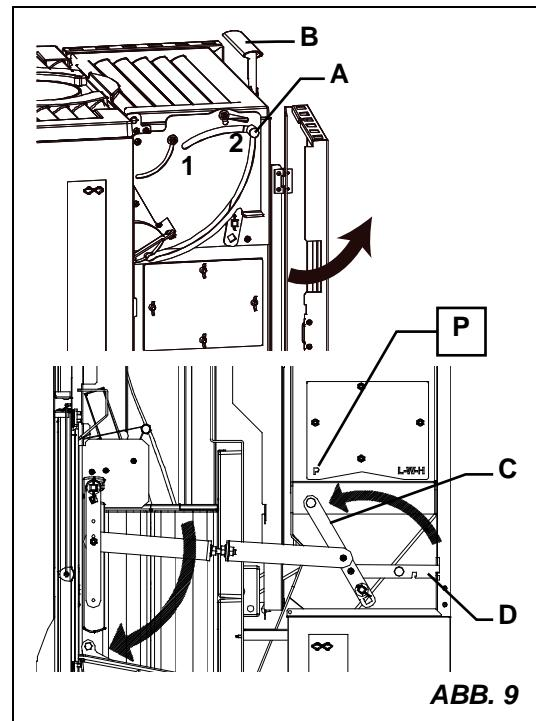

ABB. 9
- der Brenner muss (B) muss vollkommen leer und sauber sein (siehe Kapitel 14.5)
- 1) Die seitliche Klappe für den Zugang zu den mechanischen Elementen öffnen (L ABB. 9); wenn der Hebel (C) schon in der richtigen Position **P** (PELLET) ist, weiter zu Punkt 3);
- 2) Den Hebel (C) (ABB. 9) durch Heben des Riegels (D) lösen, zum **vorderen** Teil des Ofens in die Position drücken, die mit dem Buchstaben **P** (PELLET) markiert ist, und mit dem Riegel (D) blockieren, wobei der Gitterrost (G) aus Gusseisen sich in vertikaler Stellung befindet;